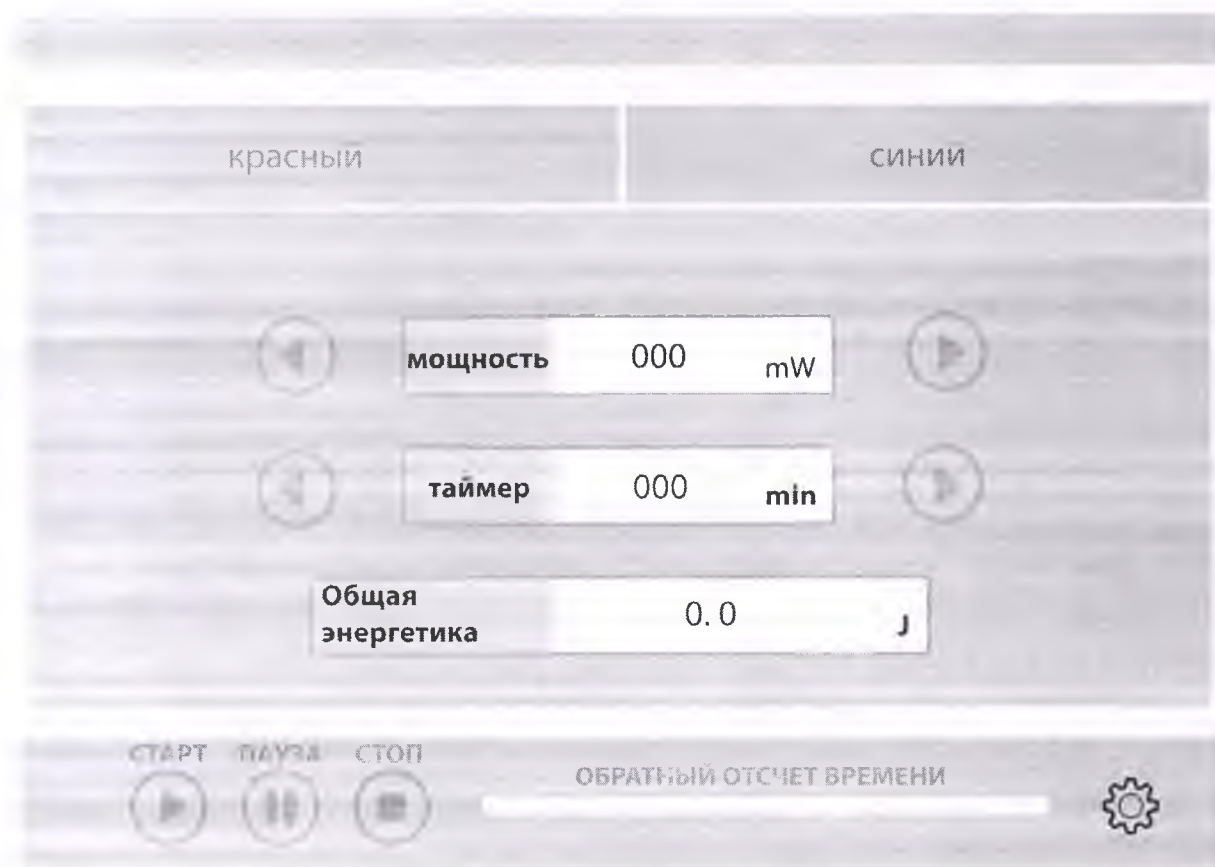

Рис. 9
8.4 Управление рабочим режимом (рис. 9)